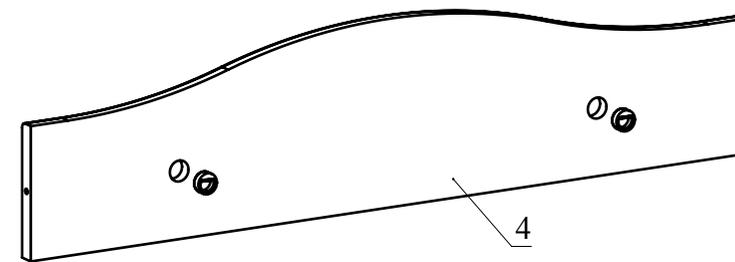

Рис.2
2. Соедините при помощи конфирматов между собой детали 1, 2, 4 (Рис. 2). Установите деталь 3 на детали 1, 2, 4 и закрепите при помощи конфирматов 7x50 (Рис. 2).